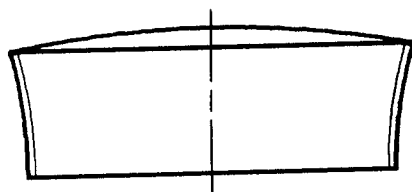
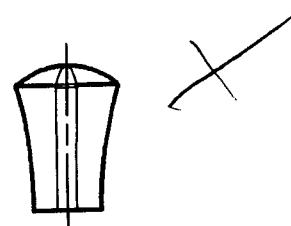
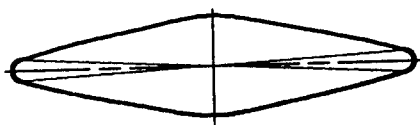

Fig. 1
Fig. 2
Fig. 3
Przedmiot wzoru przemysłowego jest uwidoczniony na załączonym rysunku, na którym fig. 1 jest rzutem pionowym, fig. 2 rzutem bocznym a fig. 3 – rzutem poziomym.
1. Uchwyt meblowy jednopunktowy znamieny tym, że ma postać bryły podobnej do prostopadłościanu o podstawie w kształcie zbliżonym do rombu o zaokrąglonych wierzchołkach, przy czym powierzchnia górnej podstawy tego prostopadłościanu jest nieco większa od podstawy dolnej, zaś jej krawędzie boczne są wklęsłe i pochylone na zewnątrz; jak uwidoczniono na załączonym materiale ilustracyjnym, fig. 1, fig. 2 i fig. 3.
2. Uchwyt meblowy według zastrz. 1 znamieny tym, że górna powierzchnia uchwyty ma zdobienie w postaci dwóch wzajemnie przecinających się krawędzi łączących dwa bardziej oddalone jej wierzchołki; jak uwidoczniono na załączonym materiale ilustracyjnym, fig. 3.